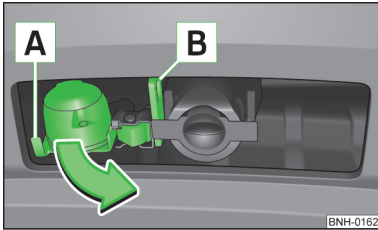

Abb. 118
- Die 13-polige Steckdose am Griff **A** fassen und in Pfeilrichtung ausschwenken » Abb. 118.
- Die 13-polige Steckdose am Griff **A** fassen und entgegen der Pfeilrichtung einschwenken » Abb. 118.
Die Sicherungsöse **B** » Abb. 118 dient zum Einhängen des Abreißseils des Anhängers.